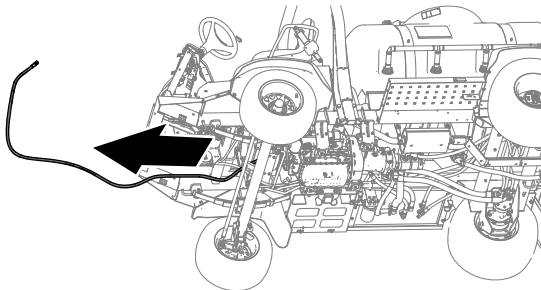

Bild 72
2. Entfernen Sie den Druckschlauch von der Maschine (**Bild 72**).